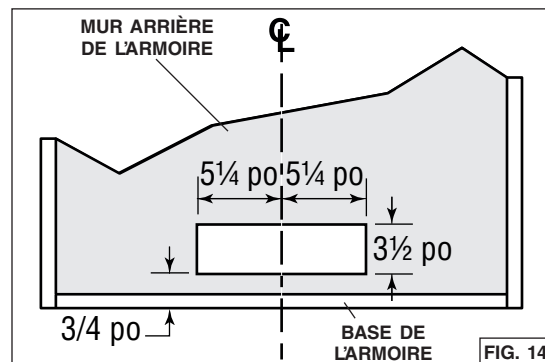

FIG. 14
9. Découper le trou pour l'évacuation horizontale dans le mur arrière de l'armoire aux dimensions indiquées. (FIG. 14).